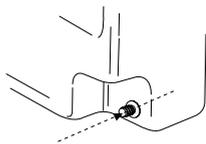

Abb. 2
2. Durchbohren Sie den Tank mit einer dünnen Bohrer Spitze im Inneren des Anschlußstutzens, siehe Abb. 2.